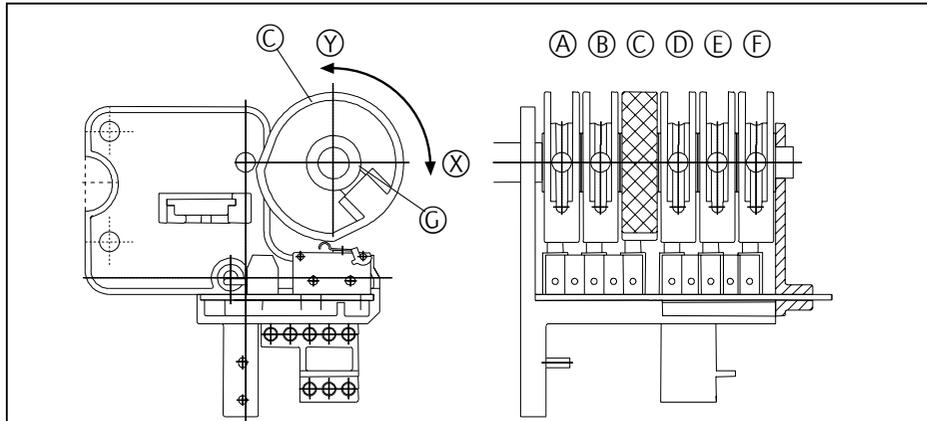
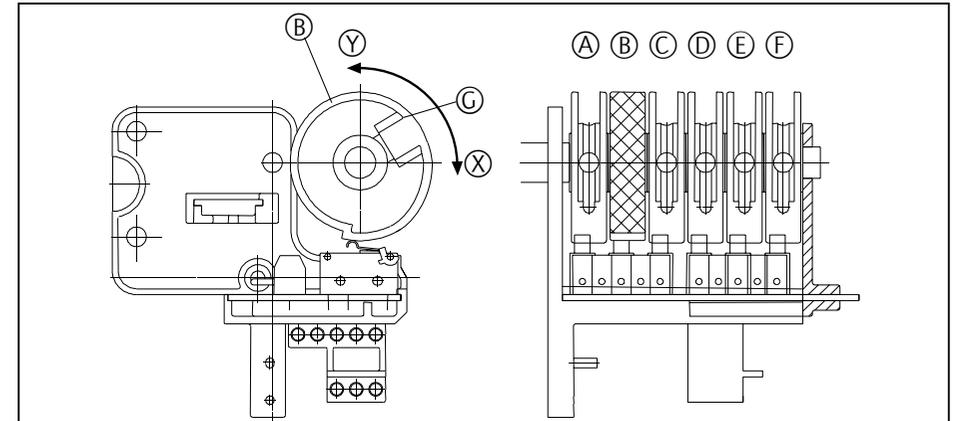
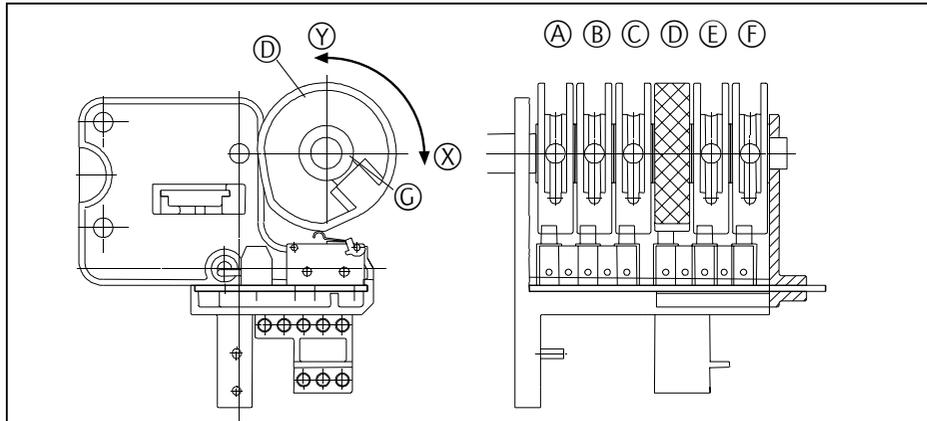

Abb. 12: SanftauslaufEinstellung Endlage ZU
Abb. 13: Referenzpunkteinstellung
Abb. 14: SanftauslaufEinstellung Endlage AUF
Gültig für Punkt 6.3.1 (Abb. 12), 6.3.2 (Abb. 13) und 6.3.3 (Abb.14)
- Stellen Sie den Schaltnocken (C) ein, wie in Abb. 12 dargestellt.
- Arretieren Sie den Schaltnocken (C) durch Festdrehen der Madenschraube (G).
- Stellen Sie den Schaltnocken (B) ein, wie in Abb. 13 dargestellt.
- Arretieren Sie den Schaltnocken (B) durch Festdrehen der Madenschraube (G).
- Stellen Sie den Schaltnocken (D) ein, wie in Abb. 14 dargestellt.
- Arretieren Sie den Schaltnocken (D) durch Festdrehen der Madenschraube (G).
- Stellen Sie den Schaltnocken (F) nach baulichen Vorgaben ein.
- Arretieren Sie den Schaltnocken (F) durch Festdrehen der Madenschraube (G).